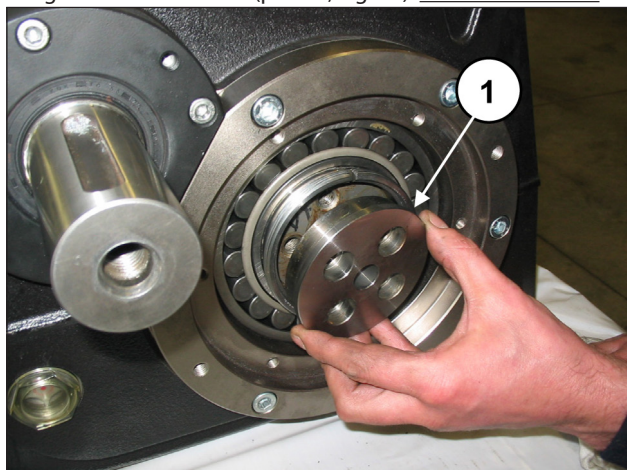

Fig. 78
Inserire le flangie bloccaggio bussola all'interno delle bussole coniche (pos. ①, Fig. 78).